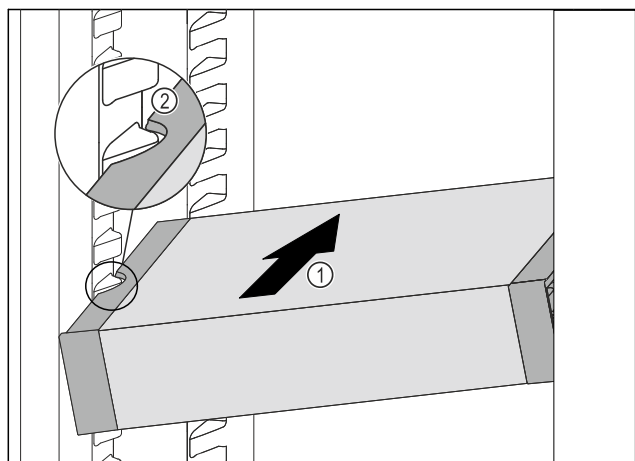

Fig. 128
- ▶ VarioSafe schräg in das Kühlteil einschieben Fig. 128 (1), bis sich die seitlichen Aussparungen Fig. 128 (2) des VarioSafes auf Höhe der Behälterrippe im Kühlteil befinden.